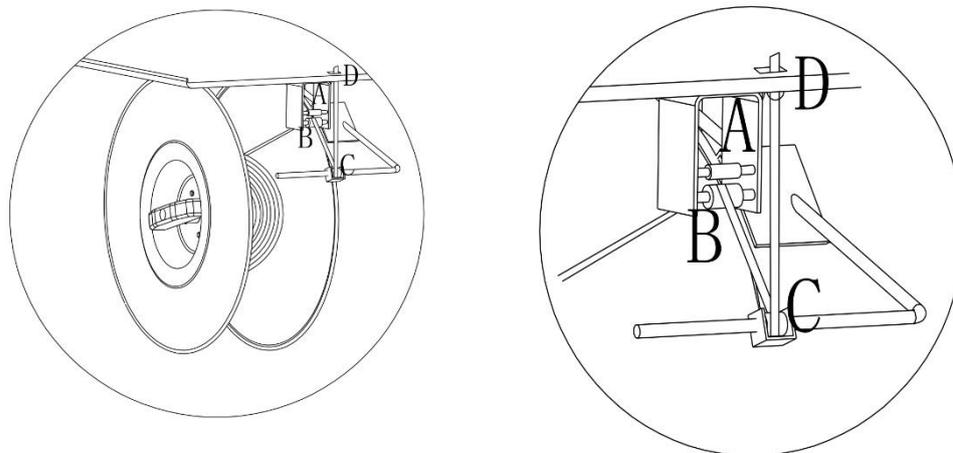

Рис. 3-2
- ① Проденьте хомуты в соответствии с методом, показанным на Рис. 3-2.